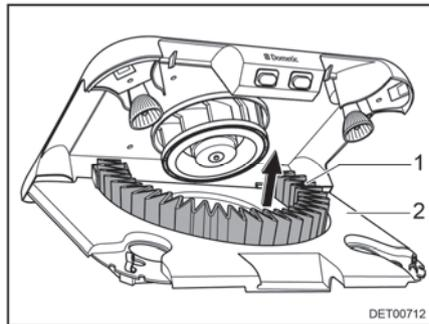

Bild 129 Aktivkohlefilter wechseln
- Aktivkohlefilter (Bild 129,1) nach oben aus der Halterung herausnehmen.
- Filterträger (Bild 129,2) nach oben schwenken, bis er einrastet.